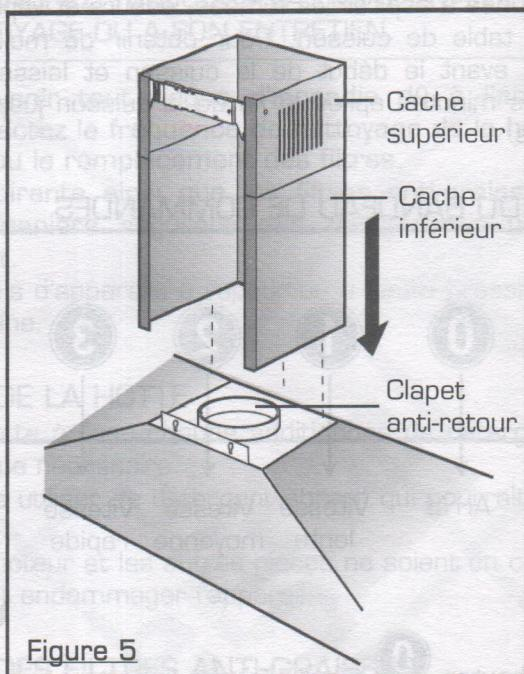

Figure 5
- Le conduit d'évacuation doit être d'un diamètre de 150 mm, en matière non inflammable. Vous pouvez également utiliser un conduit de diamètre inférieur avec le réducteur fourni. Dans ce cas, placez le réducteur sur le clapet anti-retour de la hotte (voir figure 5).
14. Ecartez légèrement le cache inférieur et positionnez-le sur le cache supérieur ainsi que dans le logement de la hotte prévu à cet effet [voir figure 5].
17. Ecartez légèrement le cache inférieur et positionnez-le sur le cache supérieur ainsi que dans le logement de la hotte prévu à cet effet (voir figure 5).
14. Ecartez légèrement le cache inférieur et positionnez-le sur le cache supérieur ainsi que dans le logement de la hotte prévu à cet effet (voir figure 5).